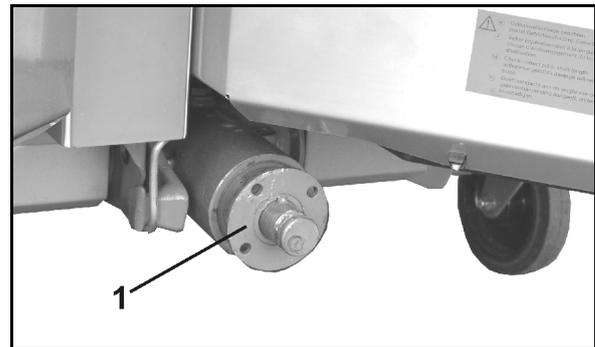

Fig. 35
1. Démontez le flasque de l'arbre d'entrée (Fig. 35/1) à l'aide d'un extracteur approprié.